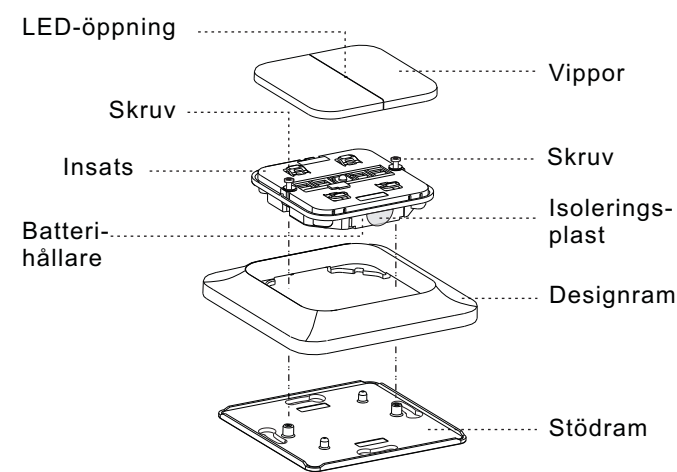

fig.2
- 3.3.1.1 Bänd loss vipporna. Lossa skruvarna på insatsen. Separera insats, designram och stödram. (se fig.2).